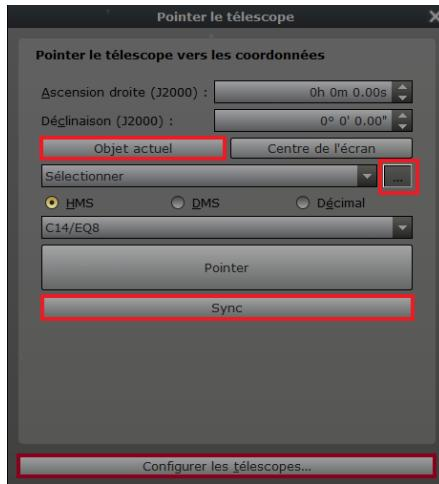

FIGURE 22 – Fenêtre de commande de la monture.
La fenêtre d'alignement s'ouvre depuis le menu de pointage du télescope de Stellarium (figure 22) en cliquant sur les trois points encadrés en rouge à gauche de la barre «Sélectionner».
- Finalement, cliquez sur «Sync» voir figure 22, pour centrer le viseur de Stellarium sur l'étoile de la carte du ciel. Recommencez la procédure avec une autre cible. Entre six et huit étoiles sont conseillées pour un bon alignement.
Désormais cliquez sur «commandes du télescope» dans la barre d'outils horizontale voir figure 15 puis sur «Configurer les télescopes» en bas de la fenêtre voir figure 22. Cette nouvelle fenêtre doit s'ouvrir :